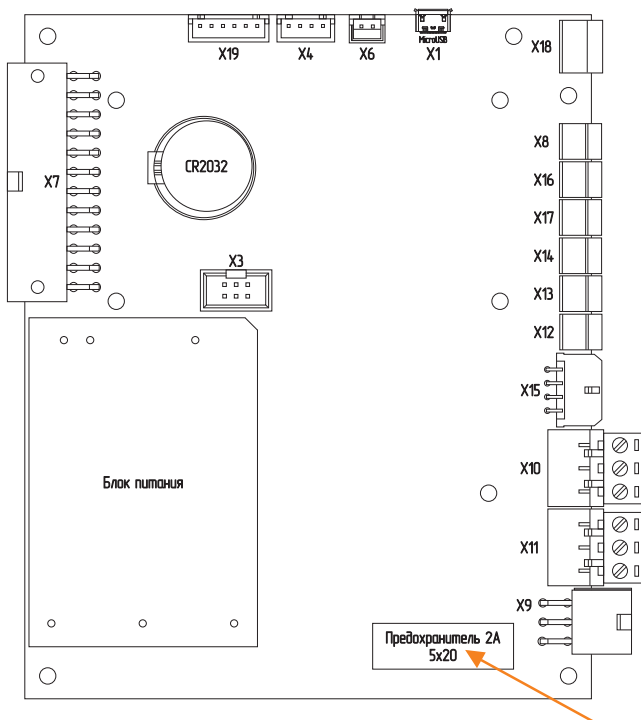

Рис.15 Плата контроллера
3. замените предохранитель Рис.15 (запасной предохранитель в базовой комплектации котла).